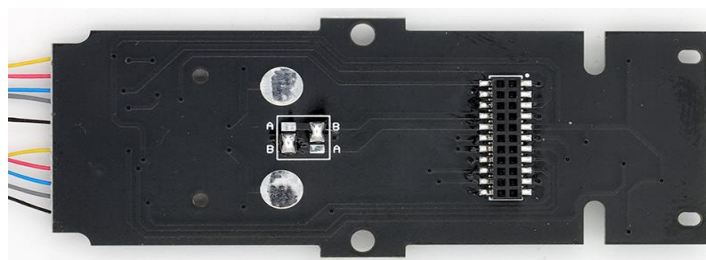

Fig. 5
6. Prima di installare il nuovo pcb verificare la configurazione dei ponticelli di selezione del collegamento motore (Fig. 5)